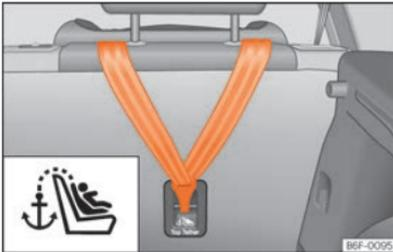

Abb. 41 Rückseite der Rücksitzbank: Halteösen für den Top Tether Haltegurt.
Kindersitze mit dem Top Tether-System sind mit einem Gurt für dessen Befestigung am Verankerungspunkt des Fahrzeugs ausgestattet. Dieser Verankerungspunkt befindet sich im hinteren Teil der Rückenlehne des Rücksitzes (mit dem Symbol  gekennzeichnet) und bietet einen besseren Rückhalt »» (Abb. 41).
- Den Haltegurt verschieben und ordnungsgemäß an der Verankerung des hinteren Teils der Rückenlehne befestigen »» (Abb. 41).